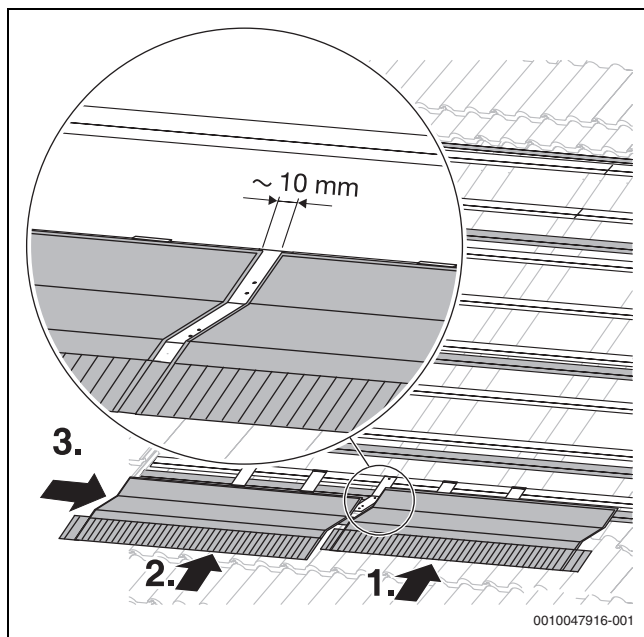

Fig. 30 Tôles de recouvrement pour 2 capteurs
1. Insérer la tôle de recouvrement inférieure droite dans le support de montage (→ figure 30).
2. Insérer la tôle de recouvrement inférieure gauche dans le support de montage (→ figure 30)
3. Pousser la tôle de recouvrement gauche sur la partie inférieure du connecteur jusqu'à ce que les perçages situés dans la partie inférieure soient encore visibles (écart entre les tôles : env. 10 mm) (→ figure 30).